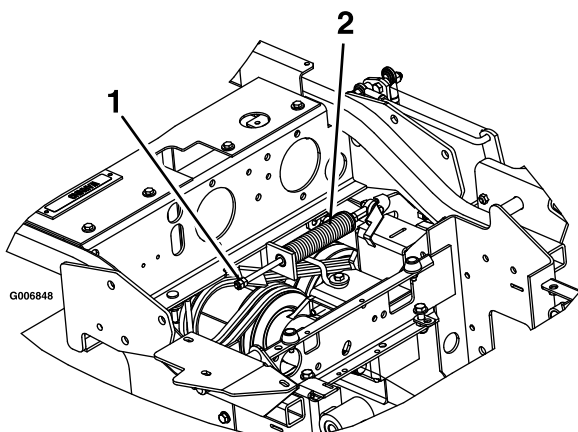

Figura 68
3. Identificați arcul frânei i introduceți cele două contrapiulie până la capătul tijei arcului (Figura 68).